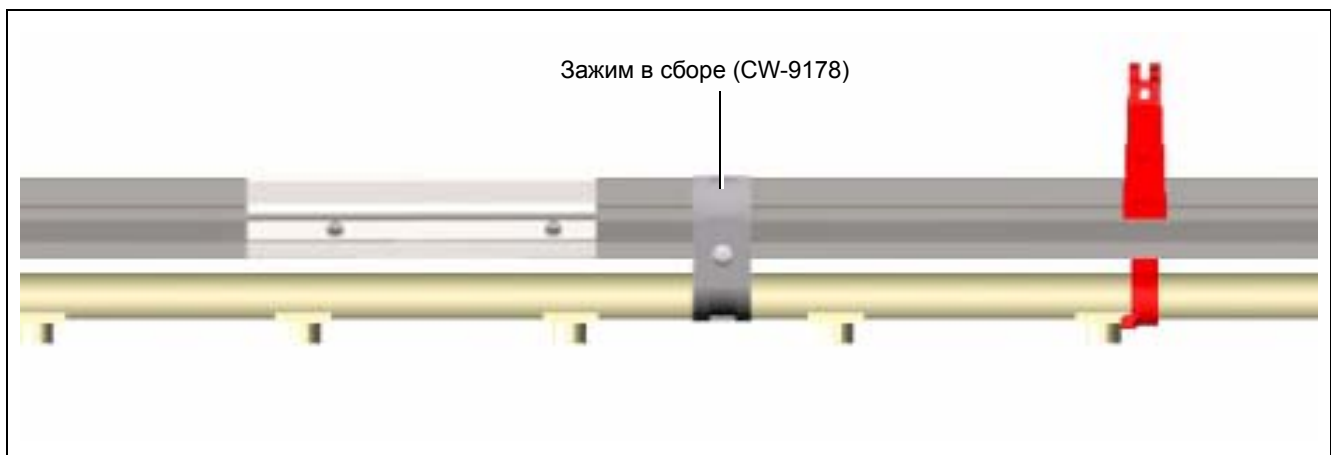

Рисунок 7G
4. Рядом с серединой водопроводной трубы установите зажим в сборе (CW-9178) на опору и на водопроводную трубу. Продолжая вдоль линии, установите по одному зажиму в сборе рядом с серединой каждого отрезка водопроводной трубы. *(см. рисунок 7G.)*